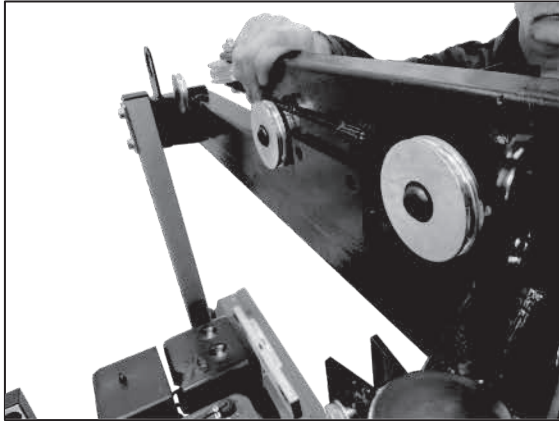
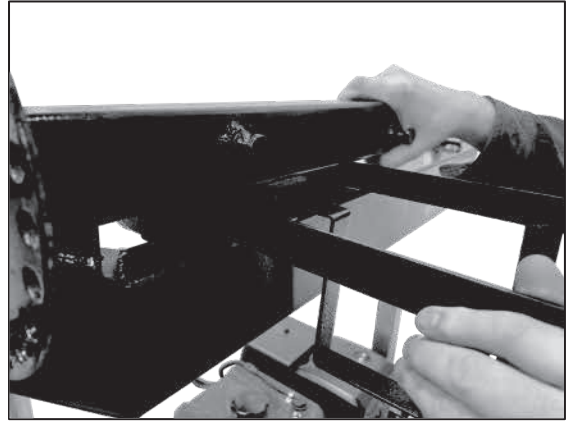

Fig. 44
Fig. 45
Étape 20 : Installer le mécanisme de levage de poulie et le support du réservoir de lubrification. Placez le mécanisme de levage de poulie sur le dessus de la barre transversale du chariot avec les poulies du côté moteur et du côté avant du support de montage (fig. 44). En maintenant le mécanisme de levage de poulie en place, placez le support du réservoir de lubrification comme indiqué (fig. 45). Utilisez deux boulons à tête hexagonale M10 et quatre rondelles plates M10 et serrez les boulons et les écrous pour fixer solidement les deux pièces à la barre transversale du chariot.